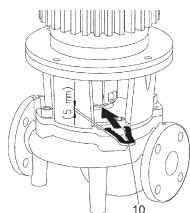

Fig. 13: Vahehargi kohaleasetamine
10. Lükake vahehark (Fig. 13, pos. 10) distantsääriku ja ühenduse vahele. Vahehark peab istuma lõtkuvabalt.
11. Keerake ühenduskruvid (Fig. I/II/III/IV/V, pos. 1.41) esmalt kergelt kinni, kuni ühenduse poolkausid paiknevad vaheketastel.
8. Demonteerige ühendus (Fig. I/II/III/IV/V, pos. 1.5).
9. Vabastage mootoriäärikul mootori kinnituskruvid (Fig. I/II/III/IV/V, pos. 5) ja tõstke ajam sobiva tõstemehhanismiga pumbalt maha.
13. Lükake vahehark (Fig. 13, pos. 10) distantsääriku ja ühenduse vahele. Vahehark peab istuma lõtkuvabalt.